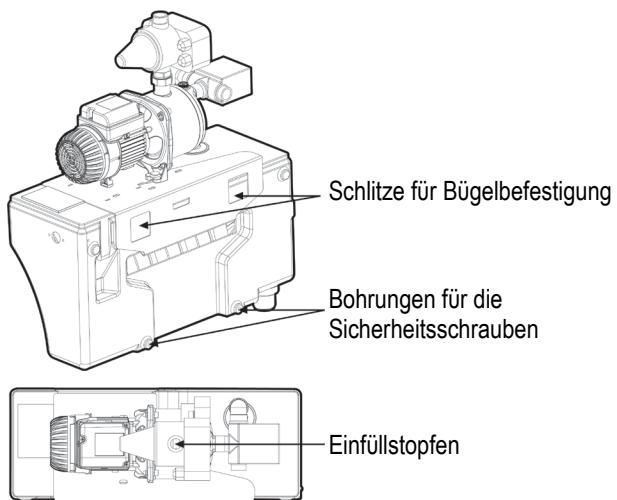

Abbildung 04
2. Prüfen, dass das Schwimmerventil korrekt im Leitungswasserspeicher positioniert ist (siehe Abb. 04). Der Schwimmer muss sich frei bewegen können.